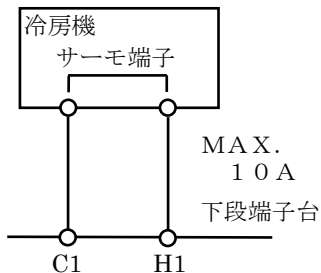

図 1.3 サーモ端子のある機器の接続例
B. 冷房用途の機器の接続は (C1, H1) を使用します。(図 1.3 参照)